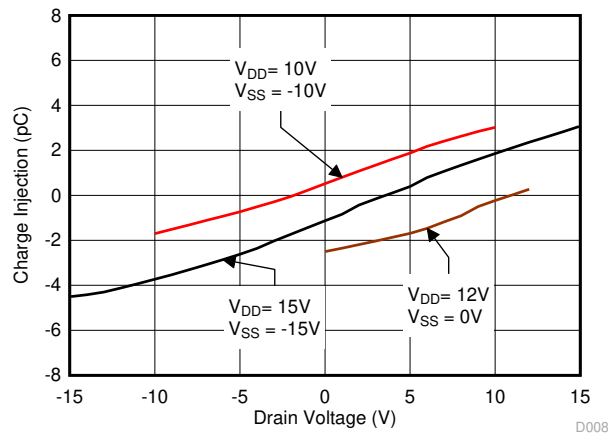

図 7-17. 電荷注入とドレイン電圧との関係
ドレイン (D) からソース (SA または SB) 間の電荷注入は、デバイスをデマルチプレクサ (demux) として使用する場合に重要になります。ここで、D が入力になり、Sx が出力になります。図 7-17 に、全信号範囲にわたるドレインとソース間の電荷注入を示します。